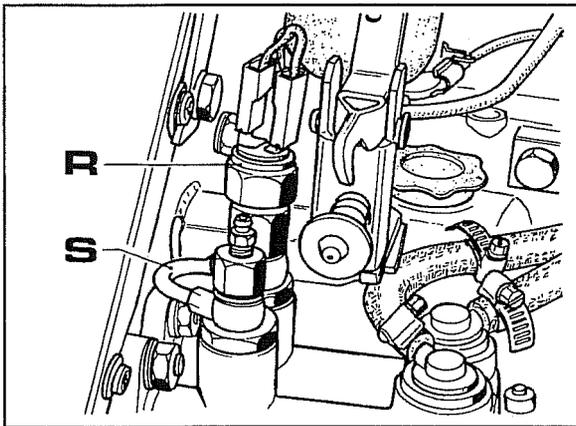

Abb. 4
- 1 Den Wulst **R** des Bremslichtes und die Umgehungsleitung **S** entfernen (Abb. 4).
- a. Den Wulst **R** des Bremslichtes und die Umgehungsleitung **S** (Abb. 4) entfernen und dann die Druck- und Saugleitung abtrennen.